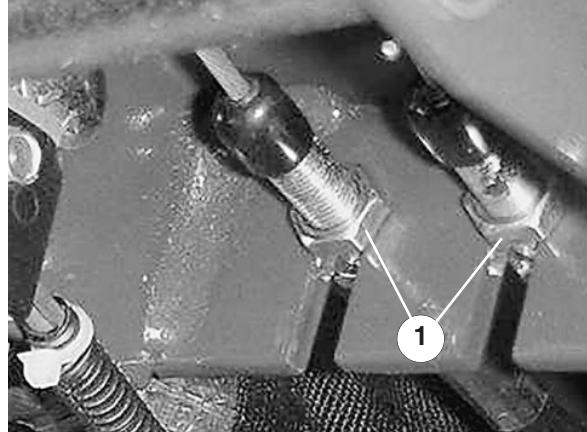

Bild 44
1. Lösen Sie zum Reduzieren des Spiels—zum Anziehen der Bremsen—die vordere Mutter am Gewindeende des Bremszugs (Bild 44). Ziehen Sie dann die hintere Mutter fest, um den Zug nach hinten zu bewegen, bis die Bremspedale ein Spiel zwischen 13 und 25 mm aufweisen. Ziehen Sie die vordere Mutter fest, wenn die Bremsen einwandfrei eingestellt sind.